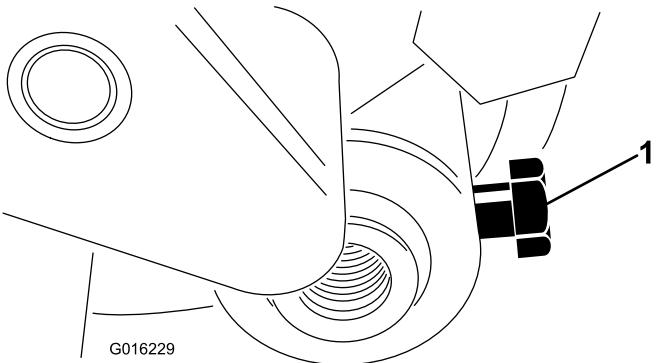

Bild 31
3. Lösen Sie die Schraube, mit der die Rollenwelle am Schnitthöhenarm befestigt ist (Bild 31).